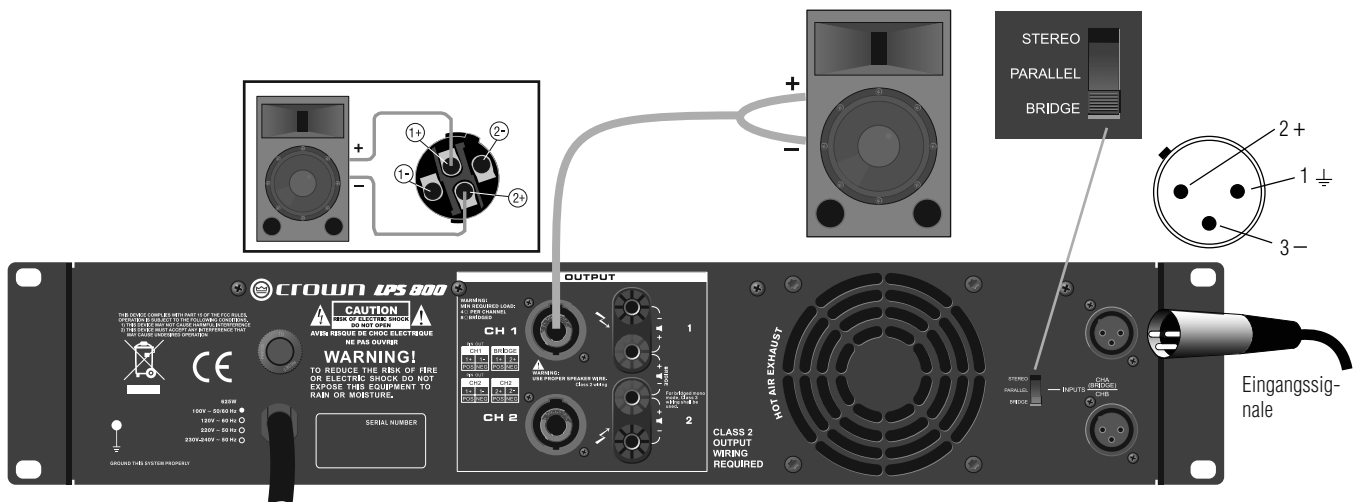

Abbildung 5: Bridge-Mono-Verkabelung über die Speakon®-Anschlüsse
1. Siehe Abbildung 5. Stellen Sie den Betriebsmoduswähler an der Rückplatte auf BRIDGE.